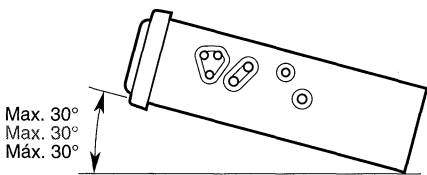

Figure 2 / Figure 2 / Figura 2
2. Install the unit within 30° of the horizontal plane (Figure 2).
2. Installer l'appareil avec un angle inférieur à 30° par rapport à l'horizontal (Figure 2).